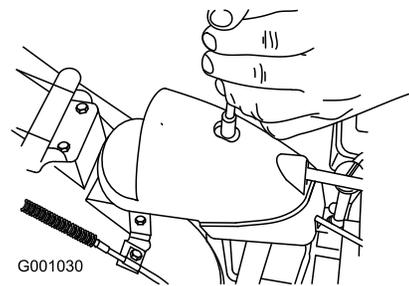

Bild 55
- Nehmen Sie die Befestigung an der Getriebeabdeckung ab (Bild 55), heben Sie die Abdeckung vorne hoch und schieben Sie sie nach hinten.